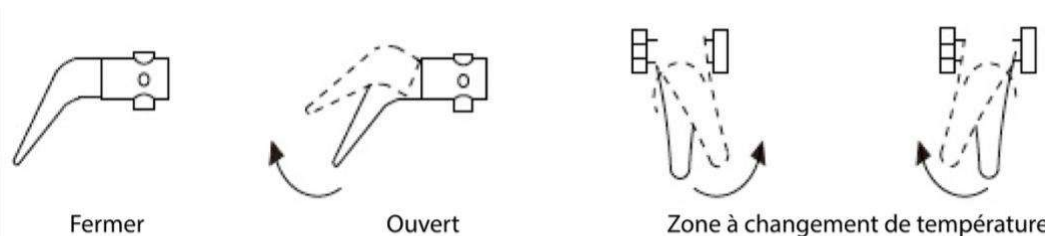

Figure 6
1. Lorsque vous utilisez le chauffe-eau pour la première fois ou après avoir vidé le réservoir, il doit d'abord être rempli d'eau avant utilisation. Pour ce faire, ouvrez la vanne d'arrivée d'eau, tirez vers le haut la poignée du mitigeur et tournez-la vers la zone haute température, c'est-à-dire commencez à injecter de l'eau dans le réservoir intérieur. Lorsque l'eau chaude sort, cela indique que le réservoir est rempli d'eau. Tournez alors la poignée du mitigeur vers la zone basse température et poussez-la en position fermée (comme indiqué sur la figure 6).